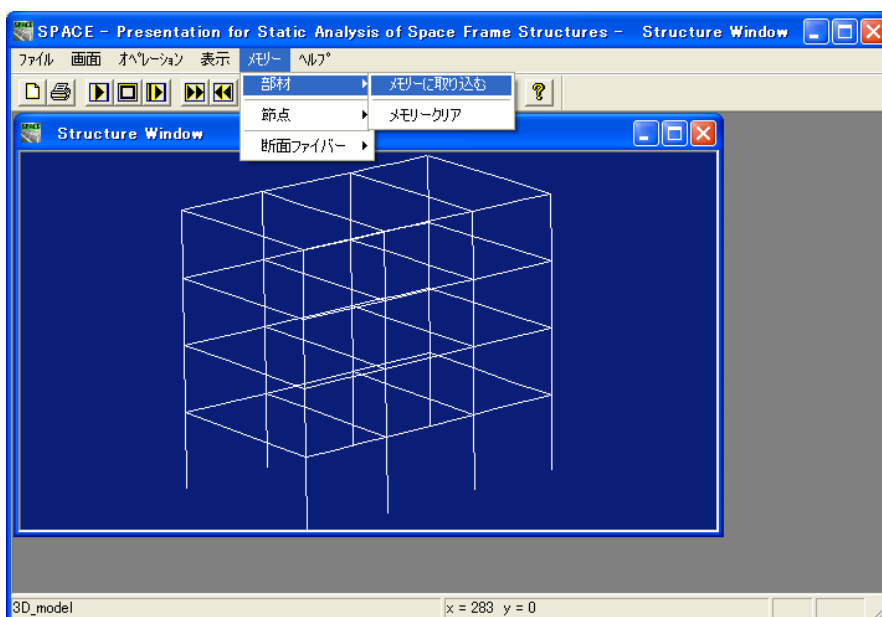

図 8-10 [メモリーに取り込む]メニュー
1. 最初、メニューバーの**[メモリー]ー[部材]ー[メモリーに取り込む]**を選択するか、もしくは、ツールバー上の**mi**印ボタン*3を押す (図 8-10 参照)。